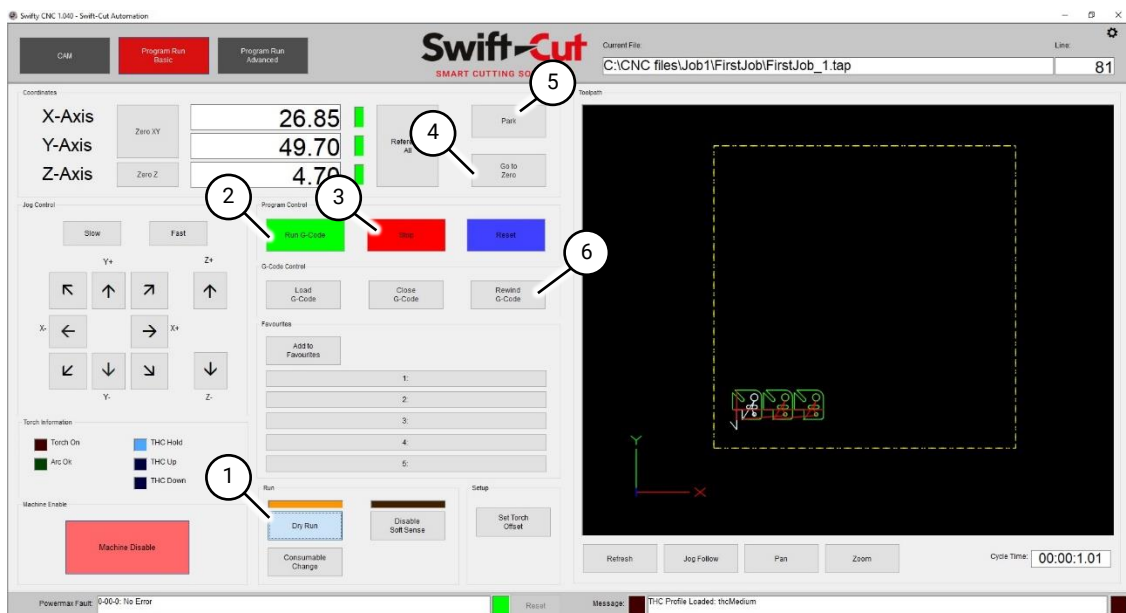

Fig 68 Essai
1. En appuyant sur le bouton Essai (Fig 68 (1)) il est possible de prévisualiser la tâche sans que la découpe ne soit effectuée.
2. Appuyez sur le bouton Run G-Code (Fig 68 (2)) pour effectuer un essai.
3. L'essai peut être arrêté à tout moment en appuyant sur le bouton Stop. (Fig 68 (3)).
4. Désélectionnez le bouton Essai (Fig 68 (1)) pour arrêter l'essai.
5. Appuyez sur le bouton Aller à zéro (Fig 68 (4)) pour revenir à la position de départ sélectionnée précédemment.
1. Appuyez sur le bouton Rewind G-Code (Fig 68 (6)) pour vous assurer que le g-code commence depuis le début.
2. Appuyez sur le bouton Run G-Code (Fig 68 (2)) pour activer le processus de découpe. Le processus peut être arrêté à tout moment en appuyant sur le bouton Stop (Fig 68 (3)).
3. Une fois la découpe terminée, éloignez le chalumeau du matériau ou appuyez sur le bouton Park (Fig 68 (5)).